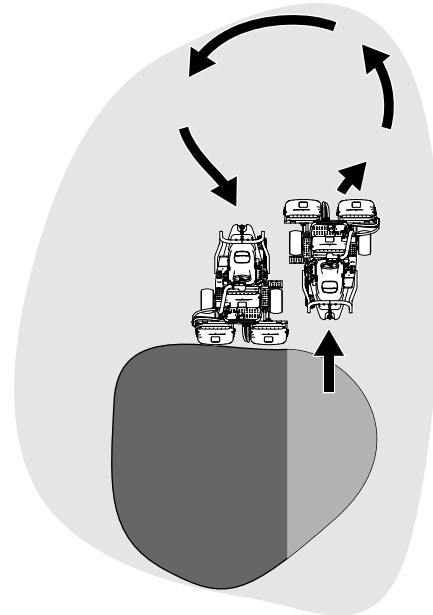

Figura 24
- Para ganar tiempo y facilitar la alineación correcta para la pasada siguiente, gire la máquina momentáneamente en la dirección opuesta, y luego gire hacia la parte que todavía no está cortada. Este movimiento es un giro en forma de lágrima (Figura 24), que permite alinear la máquina rápidamente para la pasada siguiente.